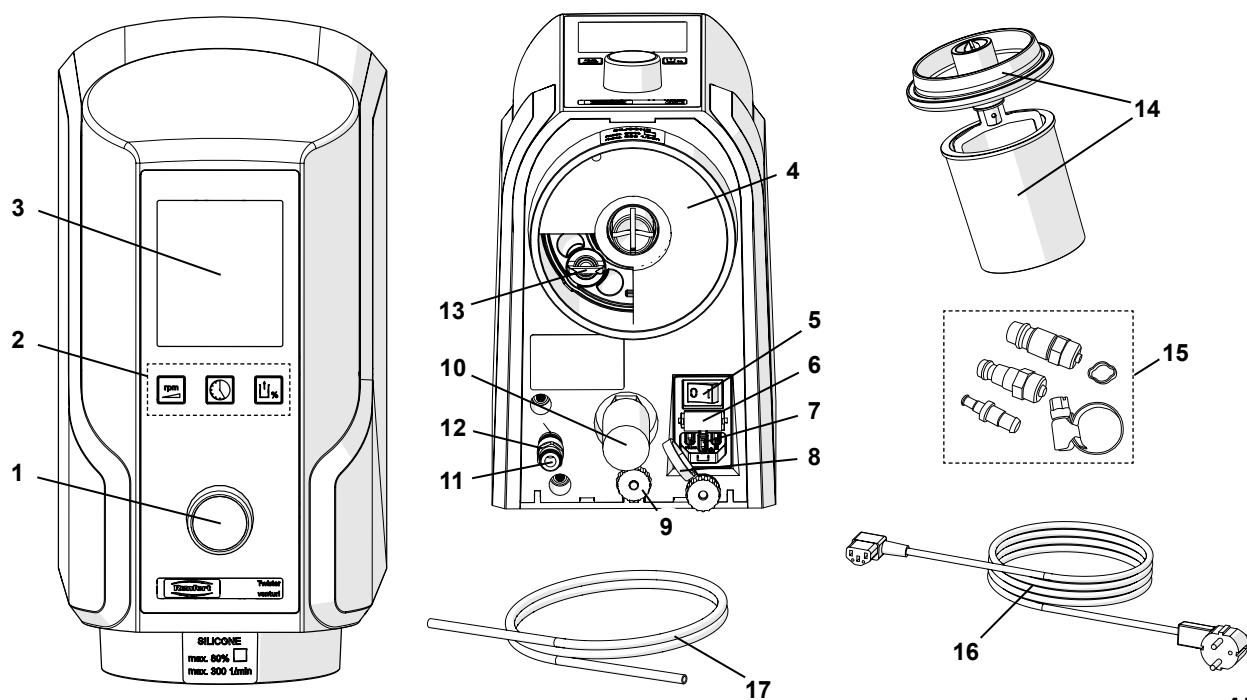

Abb. 1
- ⇒ Druckluftschlauch (17) bis zum Anschlag in Schlauchanschluss des Druckluftanschlusses (11) einstecken. Dabei ist ein leichter Widerstand spürbar zu überwinden.
- ⇒ Zum Anschluss an des Druckluftnetz die passende Schlauchkupplung aus beiliegendem Set (15, Abb. 1) auswählen und am Schlauchende anbringen.
Das Gerät wird am Geräteschalter (5, Abb. 1) ein- und ausgeschaltet.